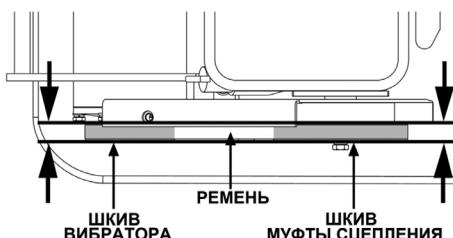

Рис. 29 Правильная установка ремня привода вибратора
4. Сдвиняя двигатель в сторону от вибратора, проверяйте натяжение ремня. При этом нужно контролировать, чтобы ремень и шкивы вала вибратора и муфты сцепления были на одной оси (Рис. 29).